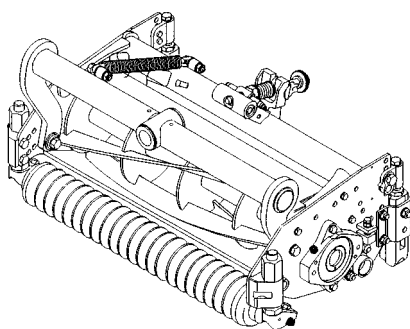

Fig. 1
**Merk:** Klippeenhetens høyre og venstre sider er som sett fra vanlig brukerstilling (fig. 1).